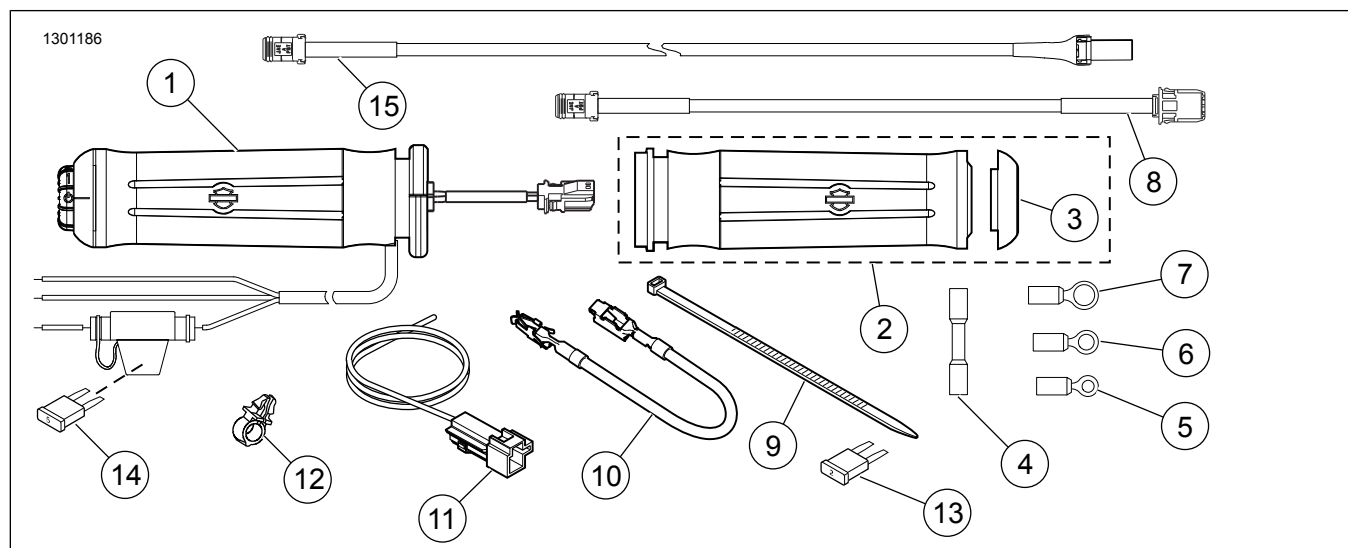

Figura 8. Parti di ricambio, kit manopole riscaldate
2. Vedere Figura 8 Usare le fascette fermacavi (9) del kit per fissare i cablaggi della manopola a quello del veicolo lungo il telaio. **Modelli 2014 e anni successivi:** continuare dal punto 15.